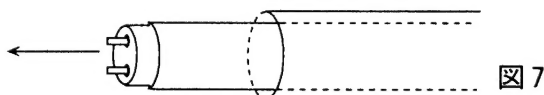

図7
- ③パッキンを外した側からランプを取り外してください。(図7)